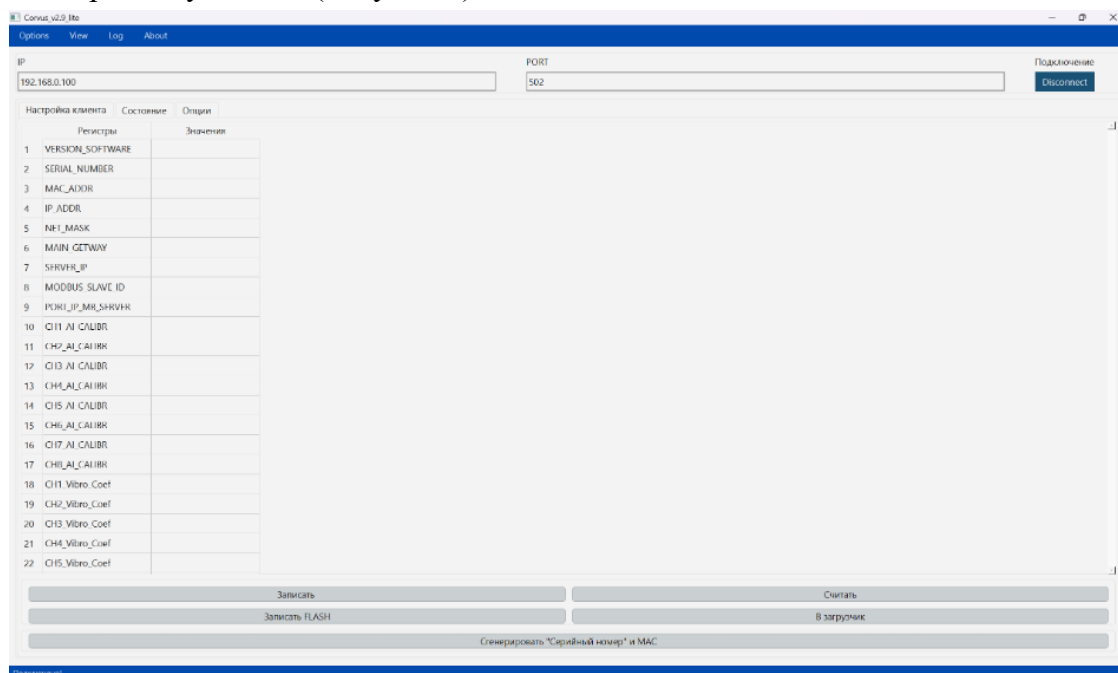

Рисунок 6 – Успешное подключение к устройству
5. Если кнопка изменила свой цвет на темно-синий и появилась надпись «Disconnect» – подключение прошло успешно (Рисунок 6).